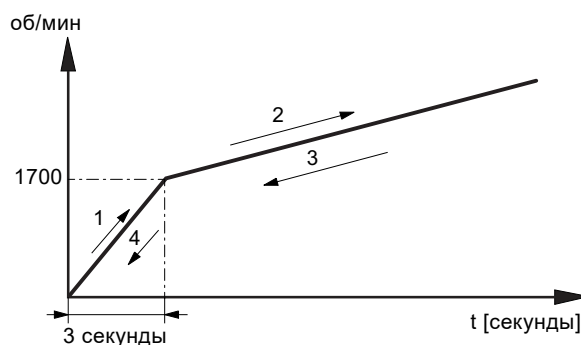

Рис. 18 Линейно нарастающая характеристика
1. Запустите питающий насос (1) и убедитесь, что давление на входе (2) насоса BMS hs (6) выше 1,0 бар и ниже 35,0 бар.
2. Удалите воздух из насоса BMS hs (6).
3. Включите насос BMS hs (6). Увеличение частоты вращения насоса BMS hs (6) происходит в соответствии с заводскими настройками. См. рис. 18 (1 и 2).